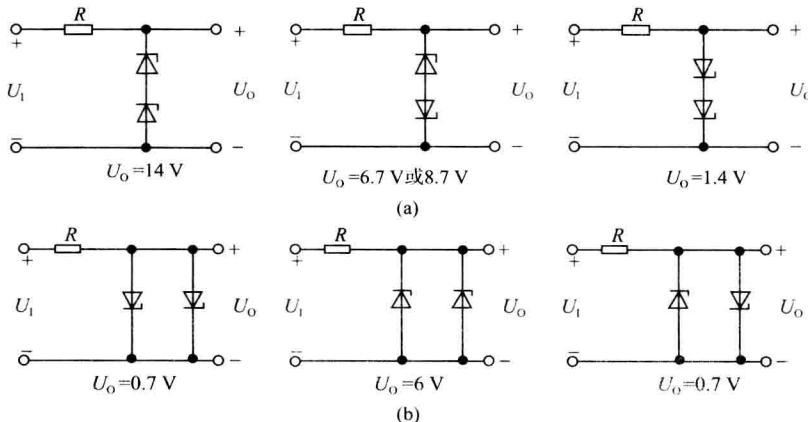

图 1.12
(1) 将它们串联相接, 则可得到几种稳压值? 各为多少?
(2) 将它们并联相接, 则又可得到几种稳压值? 各为多少?
解: (1) 串联的三种情况如图 1.12(a) 所示, 故两只稳压管串联时可得 14 V、6.7 V、8.7 V 和 1.4 V 四种稳压值。
(2) 并联的三种情况如图 1.12(b) 所示, 故两只稳压管并联时可得 0.7 V 和 6 V 两种稳压值。